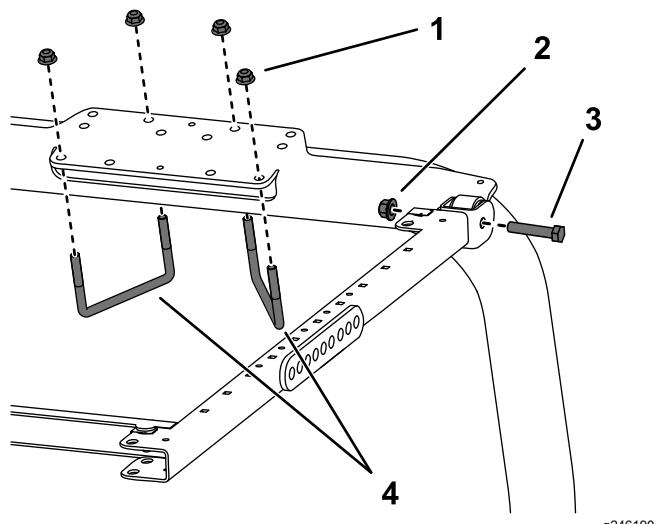

Figura 42
1. Posicione os suportes de montagem do ROPS na parte superior da barra de segurança da unidade de tração (Figura 42). Certifique-se de que a barra de segurança está centrada no suporte de montagem do ROPS.
2. Utilizando os furos de montagem mostrados na Figura 42, monte cada suporte de montagem do ROPS na parte superior da barra de segurança com duas cavilhas em U (4 1/2 pol. x 2 3/4 pol.) e quatro porcas flangeadas.